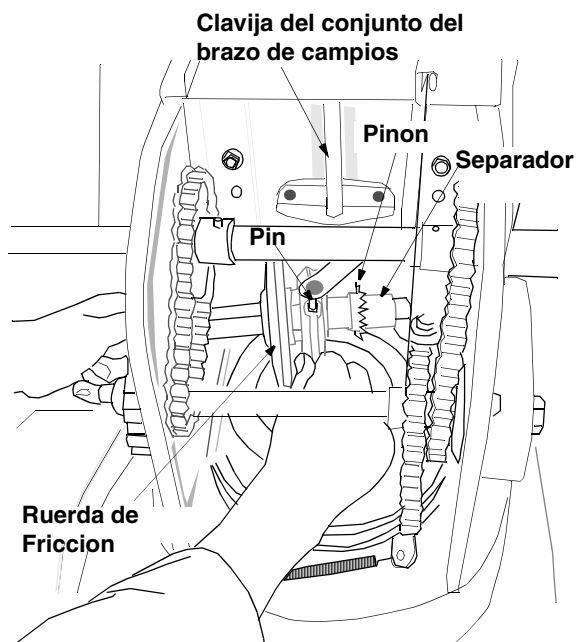

Figura 33
- Inserte la clavija del conjunto del brazo de cambios dentro del conjunto de la rueda de fricción y mantenga el conjunto en posición. Vea la Figura 33.
- Inserte el eje hexagonal a través del piñón y del separador. Vea la Figura 33. Asegúrese que la cadena enganche los piñones pequeño y grande.